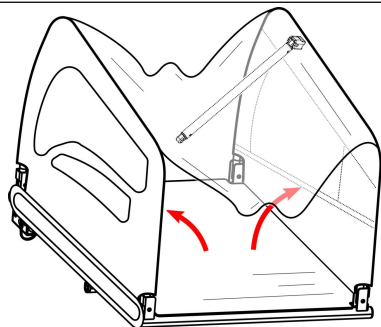

Abbildung 1
Nehmen Sie den Hauptrahmen des Anhängers und alle anderen Komponenten aus dem Karton. Schwarze Schutzkappen an 4 Ecken entfernen. Heben Sie beide Seitenwände in eine aufrechte Position (Abbildung 1).
2. Mit Mutter versehene Achse: Schrauben Sie die Mutter mit Unterlegscheibe von der linken Seite der Hinterachse des Fahrrads ab. Montieren Sie die Kupplung an der Achse und schrauben Sie die Mutter mit der Unterlegscheibe wieder fest (Abbildung 1 2).
Schließen Sie die Kupplung an der Anhängerkupplung an und sichern Sie den Sicherheitsstift (Abbildung 1 3). Sobald die Anhängerkupplung befestigt ist, wickeln Sie den Sicherheitsgurt um den Rahmen des Fahrrads und haken Sie ihn in den D-Ring an der Anhängerkupplung ein.
Befestigen Sie zwei Griffaufnahmen an den hinteren Rahmenrohren, indem Sie die Muttern festziehen. Drücken Sie an den Griffenden die Federknöpfe und schieben Sie den Griff in die Lenkeraufnahmen, bis zwei Federknöpfe durch die Löcher herauspringen (Abbildung 1 4). Um den Griff zu entfernen, drücken Sie die Knöpfe und ziehen Sie den Griff nach oben.
Stecken Sie das Rechteckrohr am Vorderrad in die Rechteckhalterung unter dem Vorderrahmen des Anhängers. Stellen Sie sicher, dass die Löcher an beiden Rechteckrohren ausgerichtet sind. Arretieren Sie das Vorderrad mit dem Schnellspanner (Abbildung 1 5).